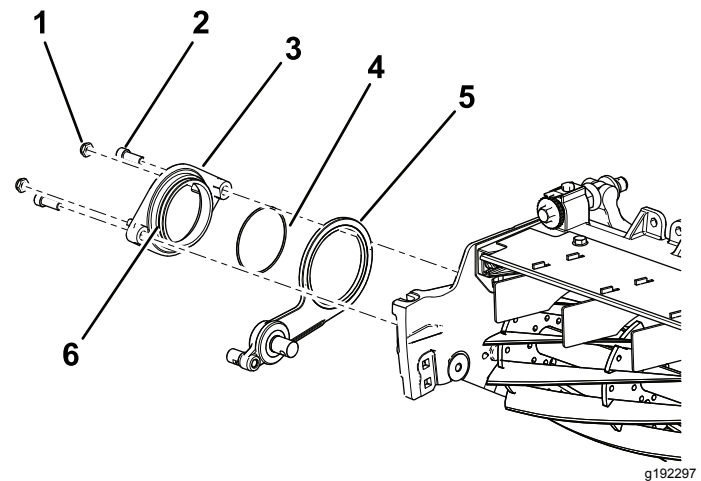

图9
3. 在枢轴轮毂组件外径上涂抹防粘剂 图9。
4. 用 2 个六角螺栓 $\frac{3}{8} \times \frac{3}{4}$ 英寸将枢轴轮毂固定到滚刀的怠轮总成上 图9。
5. 将 2 个锁紧螺母松松地安装到枢轴轮毂上 图9。